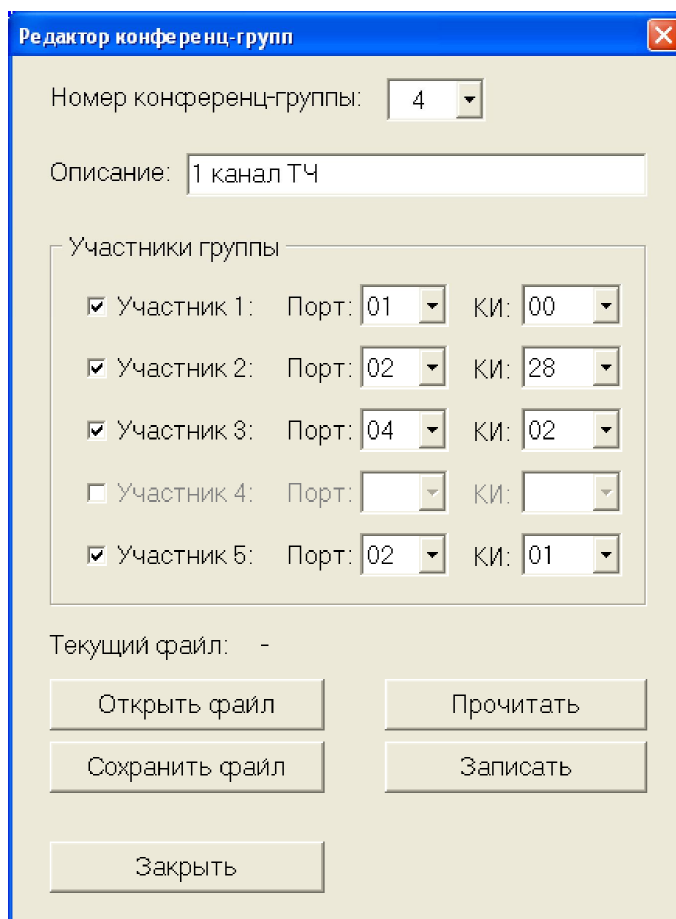

Рисунок 11
5.3.3.4 Запись группы конференции осуществляется путем нажатия кнопки “Записать” (см. рисунок 11). Появляется окно прогресса записи конференции. Данная конференция сохраняется в энергонезависимой памяти.
Например, исключаем из конференц - группы 4 участников 1 и 2. Напротив этих участников нужно убрать знак “√” (см. рисунок 11). Затем произвести запись этой конференц - группы. После этого прочесть таблицу коммутации.